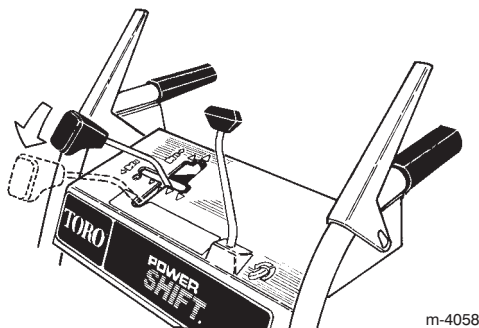

Figure 11
- Placez, à la main, les roues en position Power Shift *arrière* en soulevant la machine par le mancheron et en déplaçant la commande de changement complètement en avant (Fig. 11).